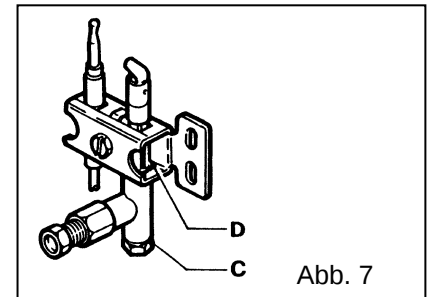

Abb. 7
5.2.1 Wachflammenbrenner (Abb. 7)